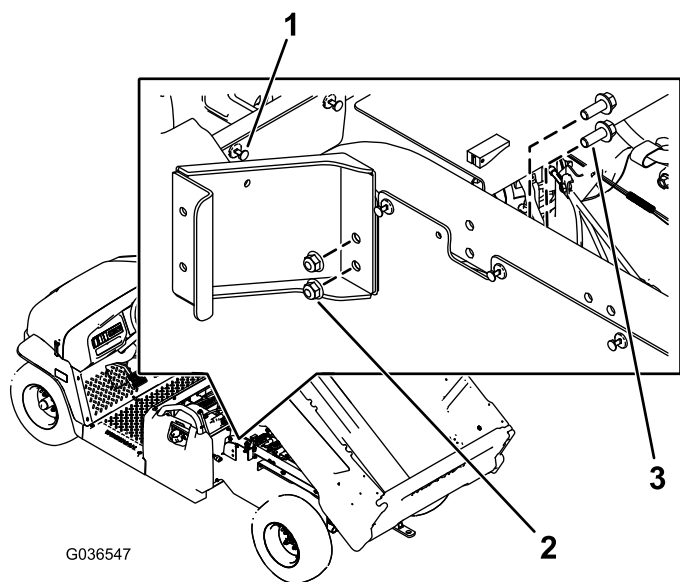

图1
- 从后座椅底座后的左侧面板卸下铆钉（图1）。
- 如图1所示，用 2 个六角凸缘螺栓（3/8 x 1 英寸）和 2 个螺母（3/8 英寸）安装左环形支架。